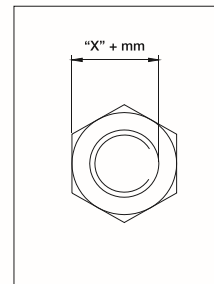

Abb. 6
1. Messen Sie den Abstand von der Abflachung der Mutter bis zur weitesten Seite der Schraube. Siehe Abb. 6.